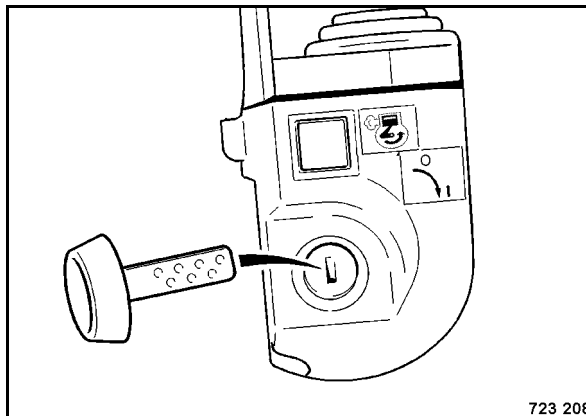

Рис. 49
- Вынуть ключ зажигания (Рис. 49) и положить на хранение в надежное место.